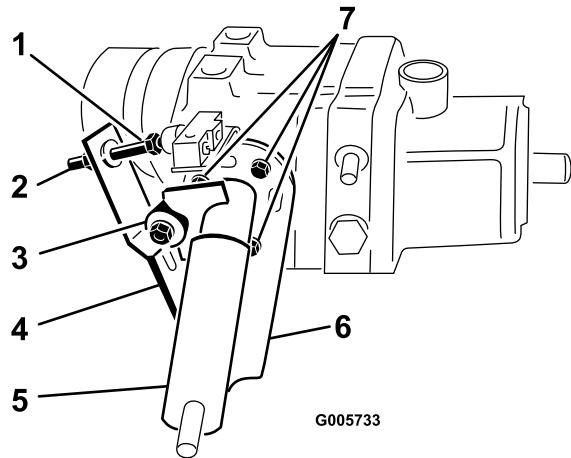

Bild 70
6. Da sich das Rad dreht, muss die Pumpenplatte eingestellt werden. Stellen Sie vor dem Einstellen der Pumpenplatte den Gasbedienungshebel auf Langsam. Wenn sich das Rad nach vorne dreht, lösen Sie die Kopfschrauben und bewegen die Unterseite der Pumpenplatte ein wenig nach links (Bild 70). Wenn sich das Rad jedoch nach hinten dreht, bewegen Sie die Pumpenplatte nach rechts (Bild 70). Wenn sich das Rad nicht mehr dreht, ziehen Sie die Kopfschrauben an, mit denen die Pumpenplatte gegen die Seite des Getriebes gedrückt wird, Prüfen Sie die Einstellung mit dem Gasbedienungshebel auf Langsam und auf Schnell.
1. Stellen Sie die Maschine auf einer ebenen Fläche ab und stellen Sie den Motor ab. Aktivieren Sie die Feststellbremse, kippen Sie den Sitz nach vorne und betätigen Sie den Pumpenhebel (Bild 70), um sicherzustellen, dass die Pumpe richtig positioniert ist und ungehindert funktioniert. Korrigieren Sie etwaige Abweichungen.
- Das Kugellager ist nicht ordnungsgemäß befestigt oder abgenutzt (Bild 70).
- Laubfedern sind zu schwach oder beschädigt (Bild 70). Tauschen Sie sie aus.
2. Betätigen Sie den Pumpenhebel (Bild 70), um sicherzustellen, dass alle Teile ordnungsgemäß funktionieren und richtig positioniert sind.
3. Lösen Sie dann die Klemmmutter. Drehen Sie die Einstellschraube für den Schalter (Bild 70) bis ein Abstand zwischen dem Schraubenkopf und der Schaltertaste besteht.